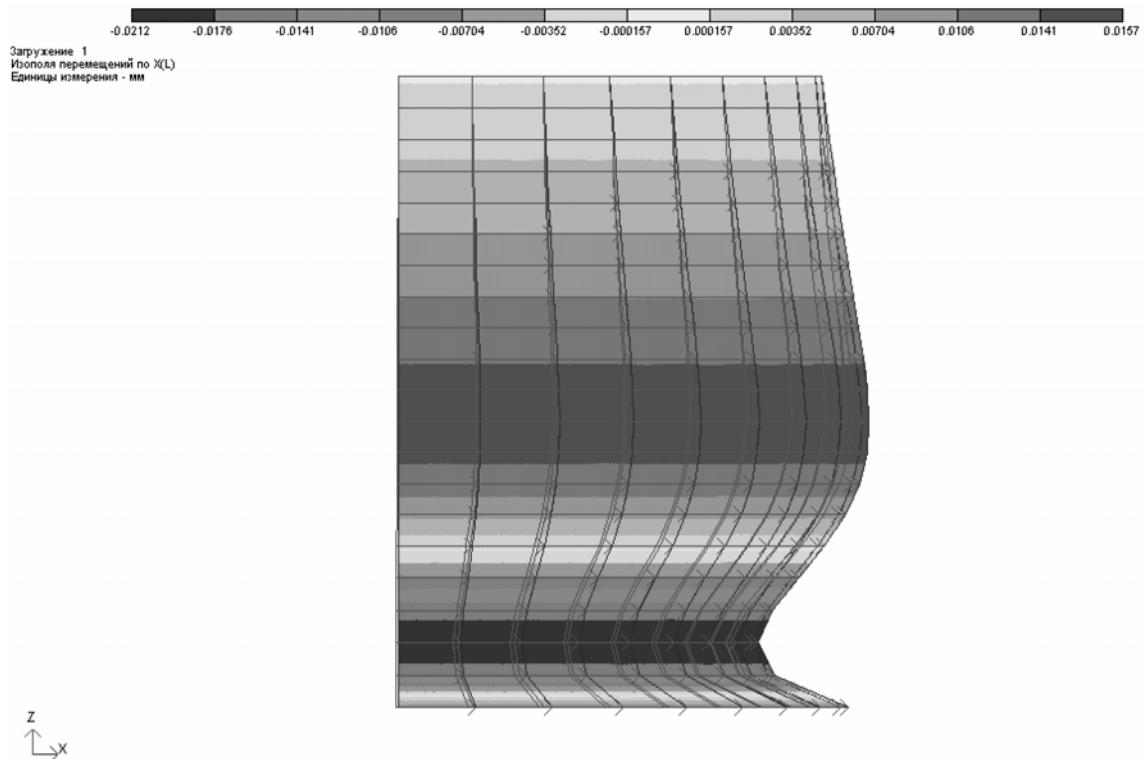

Рис.6.13. Изополя перемещений по направлению локальной оси X в элементах стенки резервуара
- Переключите схему в проекцию на плоскость **YOZ** (рис.6.13) с помощью меню **Вид ⇒ Проекция на плоскость YOZ** (кнопка  на панели инструментов).